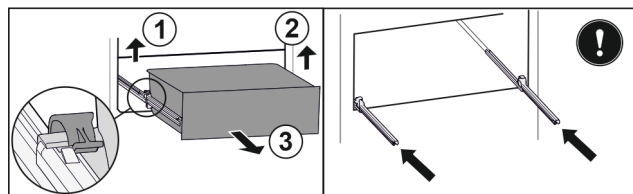

Fig. 102
- Zvedněte levou svorku a současně vytáhněte zásuvku vlevo dopředu. Fig. 102 (1)
- Zvedněte pravou svorku a současně vytáhněte zásuvku vpravo dopředu. Fig. 102 (2)
- Vyjměte zásuvku dopředu. Fig. 102 (3)